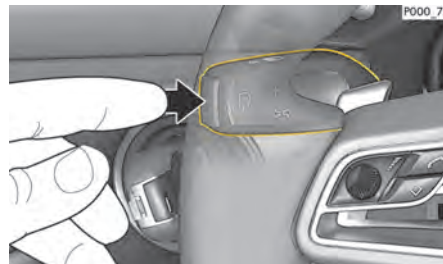

Fig. 86 : Touche de commande vocale sur le levier de commande
1. Appuyez sur la touche  du levier de commande (fig. 86).
- ▶ Appuyez sur la touche  du levier de commande (fig. 86).
La touche  (fig. 86) au niveau du levier de commande peut déclencher, selon l'utilisation, différentes fonctions :
1. Appuyez sur la touche  du levier de commande (fig. 86 à la page 93). Une liste comportant des exemples d'instructions s'affiche à l'écran du PCM.